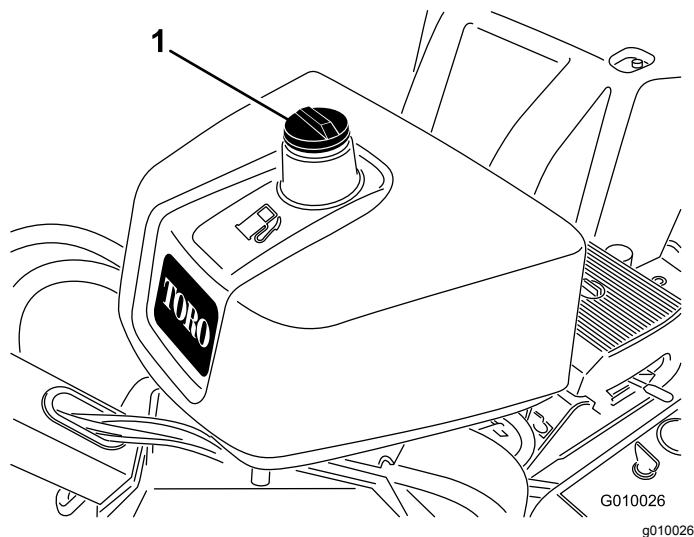

Figura 17
2. Pulite l'area attorno al tappo del serbatoio del carburante e rimuovetela (Figura 17).